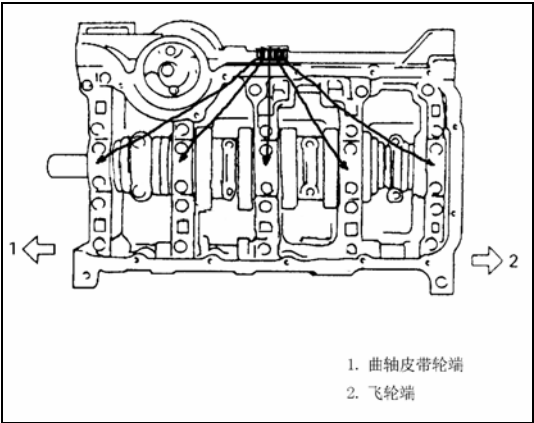

Рис. 4-126.
(2). Далее проверить диаметр отверстия коренного подшипника без вкладыша. На картере коленчатого вала, как показано на Рис. 4-126, нанесено пять цифр. Цифры классифицированы по трем уровням (“1”, “2”, “3”) которые обозначают диаметры отверстий коренного подшипника, перечисленные ниже.